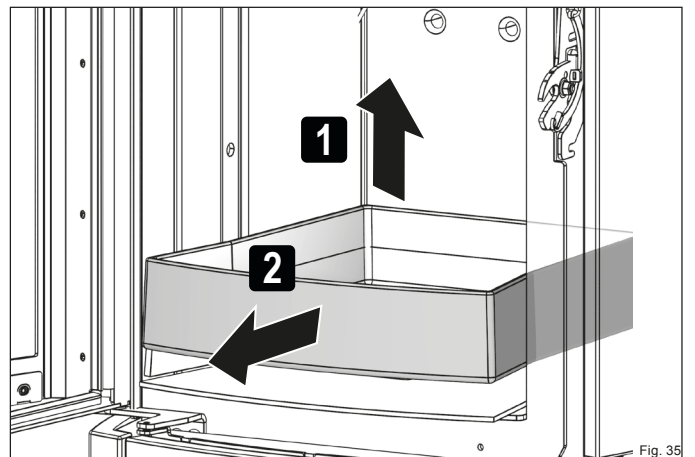

Fig. 35
- ▶ Démontez la sole foyer (Fig. 35).